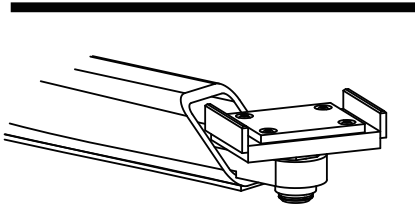

Fig. 1
2. Parcheggiare il veicolo sul sollevatore. Assicurarsi di utilizzare l'adattatore corretto, Fig. 1.